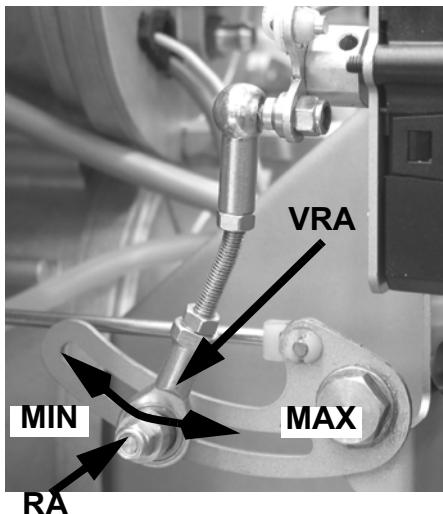

Fig. 14
- 13 Reglarea aerului necesar trebuie sa fie realizata prin intermediul servocomenzi.Rotatia servocomenzi trebuie sa fie egala cu 90° (pag.23). Deschiderea clapetei de aer pentru stadiul de flacara inalta este impus de reglarea camei pe Fig.14. Pentru a regla debitul de aer slabiti piulita **RA** (Fig. 14) si deplasati bratul **VRA** prin canal asa cum este aratat in Fig. 14 , pentru a creste sau descreste debitul de aer pana cand se obtine debitul dorit ; strangeti apoi piulita **RA** in acesta noua pozitie.